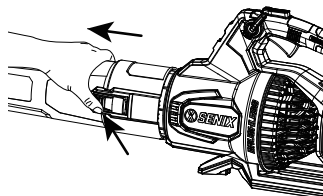

Fig. 4
2. Pour retirer le tube, appuyez sur le bouton de dégagement du tube et maintenez-le enfoncé pour désengager le loquet, puis tirez sur le tube pour l'éloigner de la soufflerie (Fig. 4).